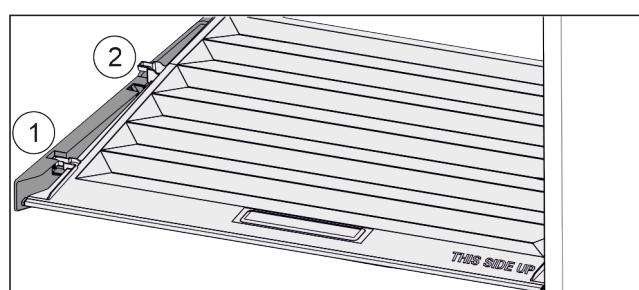

Fig. 114
- Издърпайте напред Fig. 114 (1) капака до отвора в задържащите части.
- Повдигнете го отзад отдолу и отстранете Fig. 114 (2) нагоре.